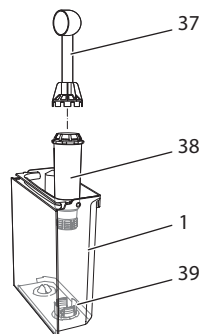

Fig. 18: Skru inn og ut vannfilteret
- Fjern vannfilteret (se Fig. 18).